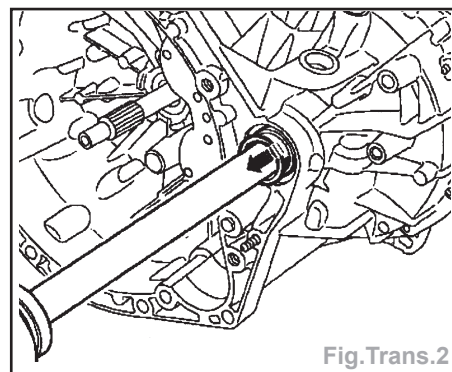

Fig.Trans.2
- Clipper la bague de protection à la transmission (Fig.Trans.2).